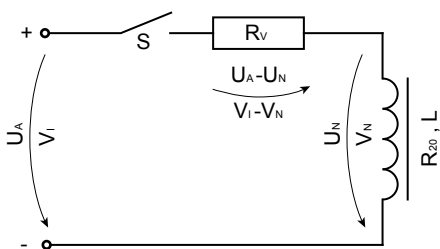

Fig. 4: Schnellerregung / Fast excitation
**8.5. Schnellerregung mittels Vorwiderstand (Fig. 4)**
**8.5. Fast excitation by a series resistance (Fig. 4)**